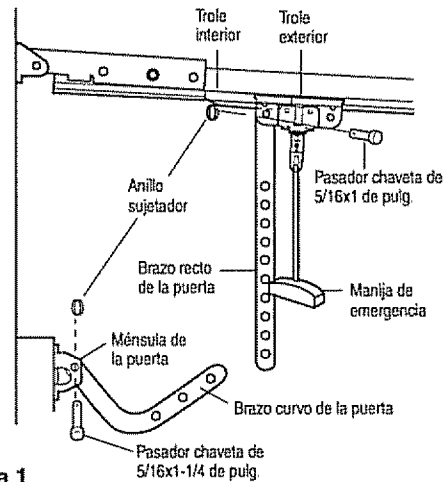

Figura 1
La ilustración muestra una pieza de hierro en ángulo como puntal horizontal. Para el puntal vertical se deben usar dos piezas de hierro en ángulo con objeto de crear un soporte en "U" (Figura 1). La mejor solución es ponerse en contacto con la compañía fabricante de la puerta de su cochera e informarse acerca de los juegos de refuerzos de puertas para la instalación de un abridor.
- Marque y taladre dos orificios de 5/16 de pulg. para los sujetadores a la derecha y a la izquierda. Sujete la ménsula al refuerzo vertical (si éste existe), como se muestra en la Figura 1.
• Figura 1: